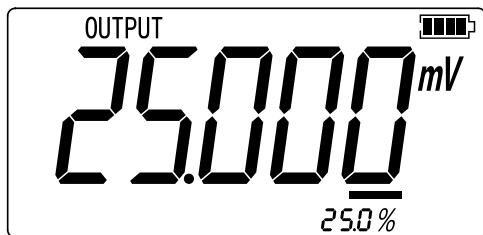

图 2.1-5
9. 按 **▲25%** 或 **▼25%** 以 25% 的步进量使输出在 0% 和 100% 之间增加或减少，显示界面如图 2.1-5 所示。